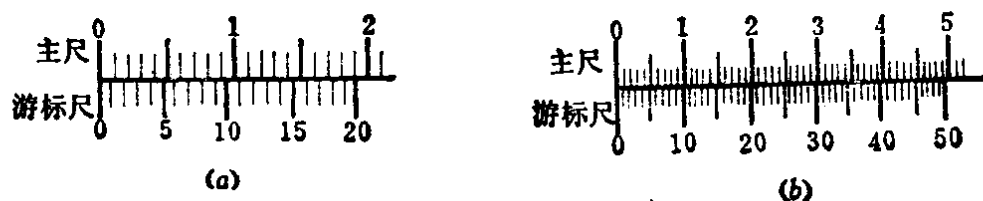

图1-8 卡尺精度刻线原理
(1) 刻线原理 游标卡尺主尺上的长度单位是毫米，每小格为 1 毫米，每大格为 10 毫米，每 10 毫米注明数字。固定在副尺上的游标尺数字是刻线格数，每 5 格或 10 格注明数字，如图 1-8 所示。每一格的宽度尺寸，因游标卡尺的精
例如 0.05 毫米游标卡尺的精度原理，是在游标尺上将 19 毫米长度刻分成 20 格。当两卡脚并拢时，主尺与游标尺的零位对齐，主尺上 19 毫米的刻线与游标尺上的第 20 格线对齐〔见图 1-8(a)〕则 $S = 19$ 毫米， $n = 20$ 格。
俗称此卡尺精度为二十分之一。又如 0.02 毫米游标卡尺的精度原理是在游标尺上，将游标 49 毫米长度刻分成 50 格。当两卡脚并拢时，主尺与游标尺的零位对齐，主尺上 49 毫米的刻线与游标尺上的第 50 格线对齐〔见图 1-8(b)〕则 $S = 49$ 毫米， $n = 50$ 格。